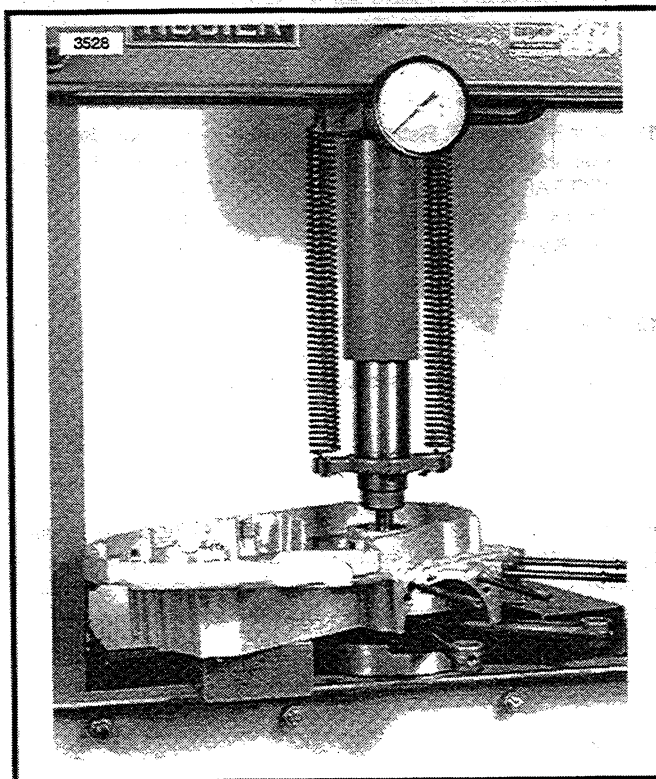

Figure 3-64. Pressage de l'embellage hors du demi-carter moteur
9. Voir Figure 3-64. Montez le demi-carter gauche et l'embellage sur la presse, le carter reposant sur des barres parallèles. Pressez sur la queue de vilebrequin côté transmission avec la presse jusqu'à ce que l'embellage soit libéré du demi-carter. Ne sortez pas l'embellage du demi-carter ; vous pourriez le cogner et le désaligner.